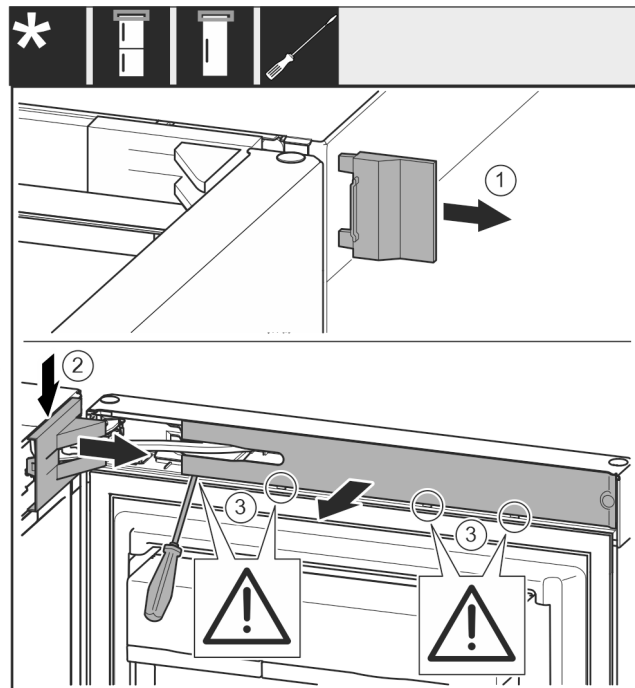

Fig. 8
- ▶ Retirar la cubierta exterior. *Fig. 8 (1)*
- ▶ Desencajar y soltar la cubierta del soporte de apoyo. Retirar la cubierta del soporte de apoyo. *Fig. 8 (2)*
- ▶ Desencajar el panel con el destornillador para tornillos de cabeza ranurada y moverlo a un costado. *Fig. 8 (3)*